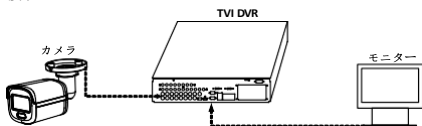

図4-1 接続図
1. 図 4-1 に示すように、カメラを TVI DVR およびモニターに接続します。